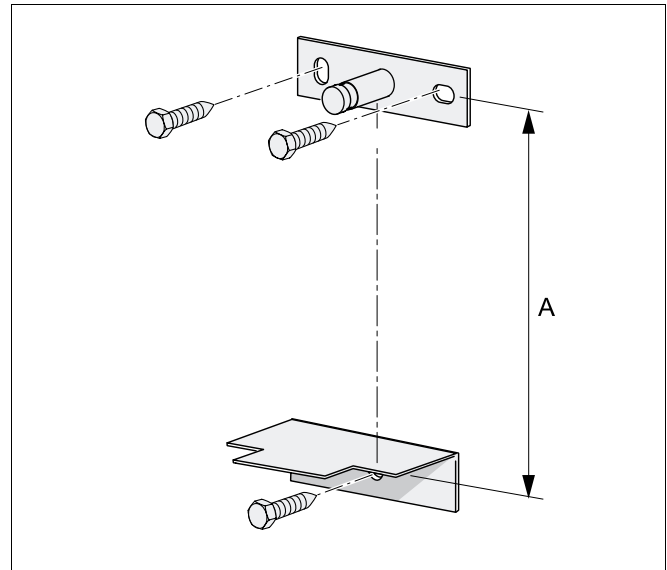

Fig. 8 Distância – Unidade de um consumidor
- Marque as posições dos furos para o suporte de fixação à parede em cima e o distanciador em baixo (Fig. 8, veja também o Capítulo 7.1 "Indicações sobre a disposição no local de instalação", Página 14).